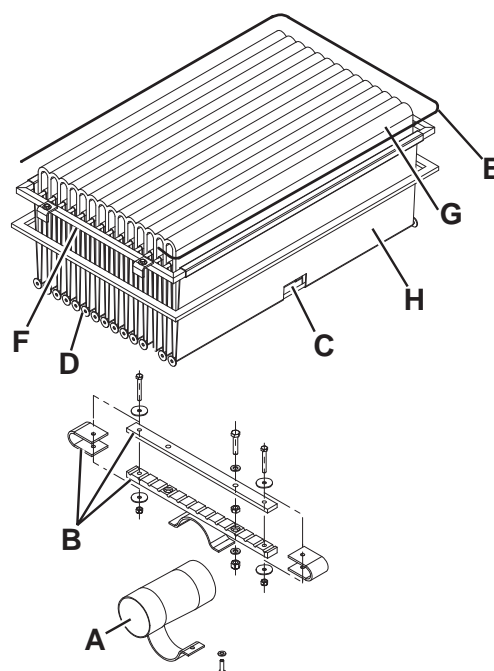

Figure 18
9. Enlever le moteur secoueur (A, Fig. 18) en dévissant les deux vis de fixation correspondantes.
10. Ouvrir complètement le groupe support moteur secoueur (B, Fig. 18) en dégageant ainsi les tiges de tension (C) des poches filtrantes.
11. Enlever toutes les tiges de tension des poches filtrantes (D, Fig. 18).
12. Dénouer la corde de fixation supérieure (E, Fig. 18) du filtre à poches pour permettre la dépose du cadre supérieur (F).
13. Enlever le séparateur intérieur poches (G, Fig. 18).
14. Nettoyer la surface en fibre de polyester (H, Fig. 18) à partir du côté sale (en utilisant un aspirateur extérieur) en l'étendant complètement ou en nettoyant chaque poche. En même temps, aspirer les deux surfaces du séparateur poches (G, Fig. 18), en enlevant tous les éventuels dépôts. Contrôler que la surface filtrante n'a pas de déchirures ; dans le cas contraire, la remplacer. Il est quand-même possible d'utiliser de l'air comprimé (6 bars maximum) en dirigeant le jet d'air du côté propre vers le côté sale.